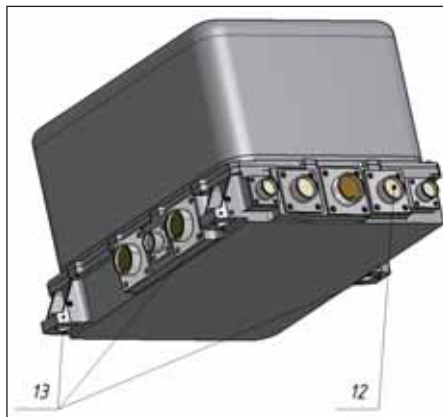

Рис. 2
ства. На боковых поверхностях основания корпуса для крепления прибора во внешнем устройстве расположены три лапы (13) (рис. 2).
На основании корпуса (рис. 2) установлены вилки для соединения прибора с элементами внешнего устройства.